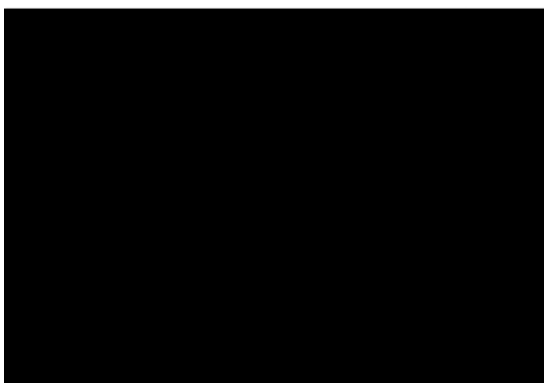

Рис. 10.16. Выбор опций меню для генерации отчета **Activity Cost Report**
4. Выбрав соответствующие опции меню (рис. 10.16), сгенерируйте отчет **Activity Cost Report**.